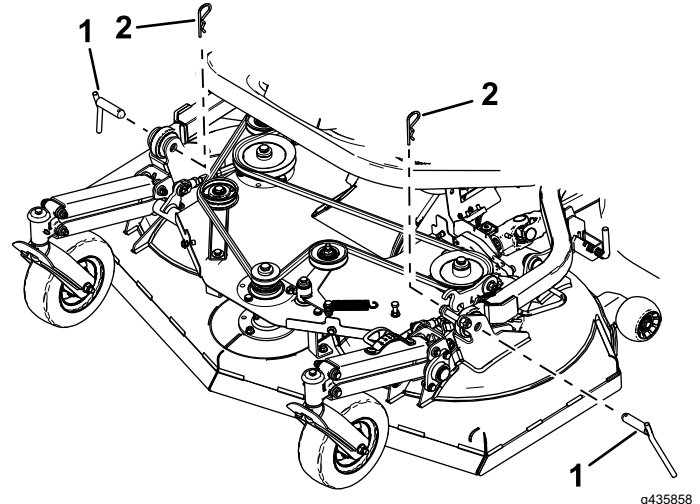

Figura 93
10. Retire los 2 pasadores de chaveta y los 2 pasadores de horquilla que fijan los brazos de elevación a cada lado de la unidad de corte (Figura 93).
- Instale el pasador de chaveta y el pasador de horquilla que fijan los brazos de elevación a cada lado; consulte la Figura 93.